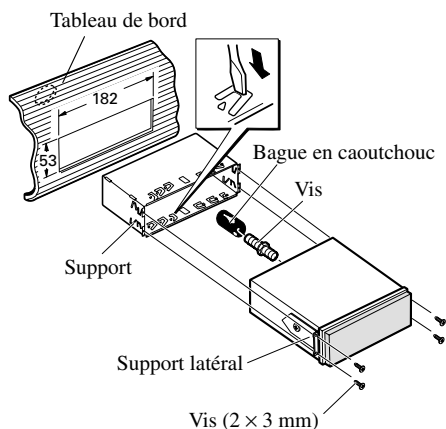

Fig. 15
2. Installez l'appareil dans le tableau de bord. (Fig. 15)